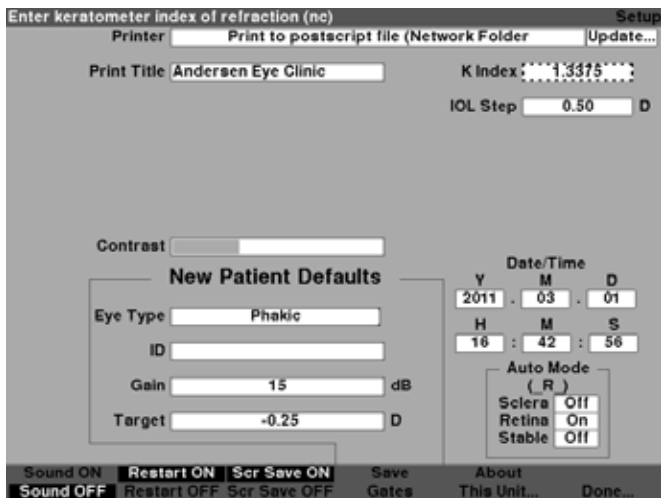

Figura 5-57 Campo do índice K ativado
2. Pressione o botão giratório ou o botão \surd para ativar o campo, indicado pela borda tracejada conforme mostrado na Figura 5-57.